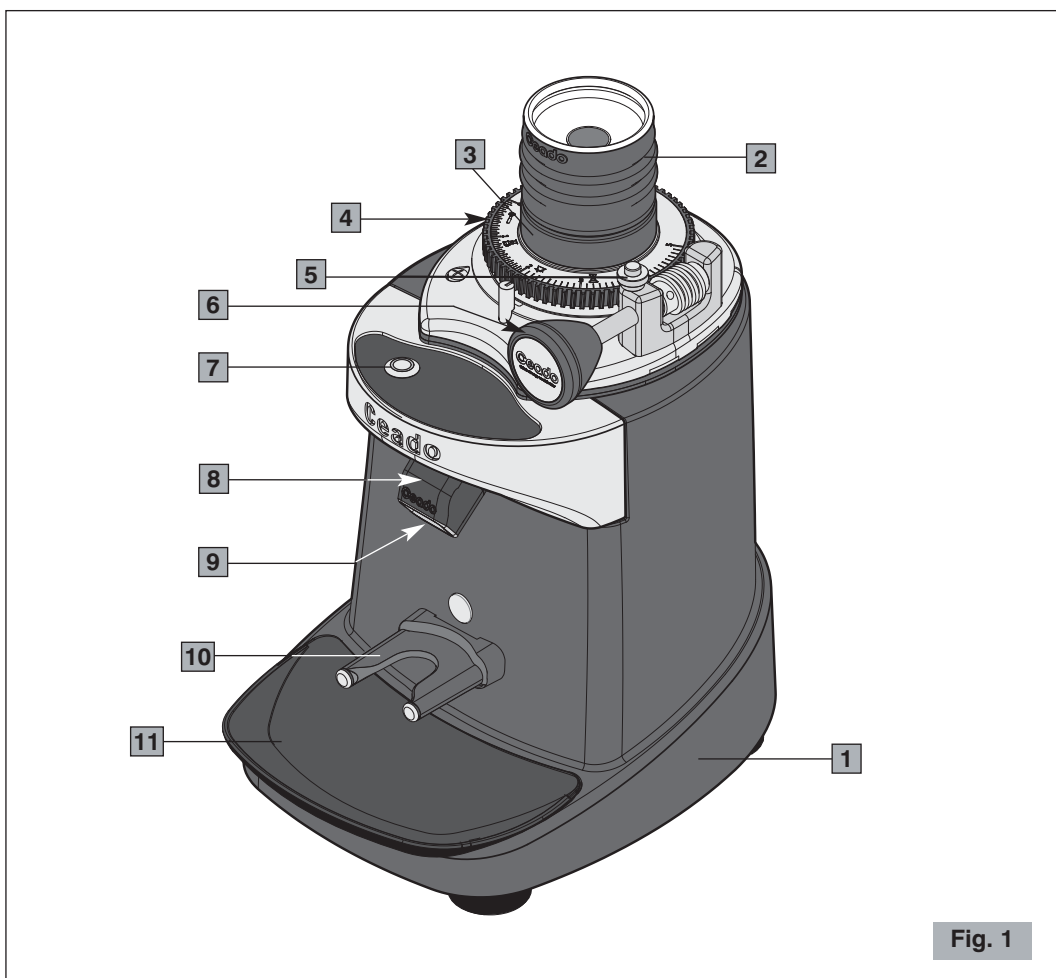
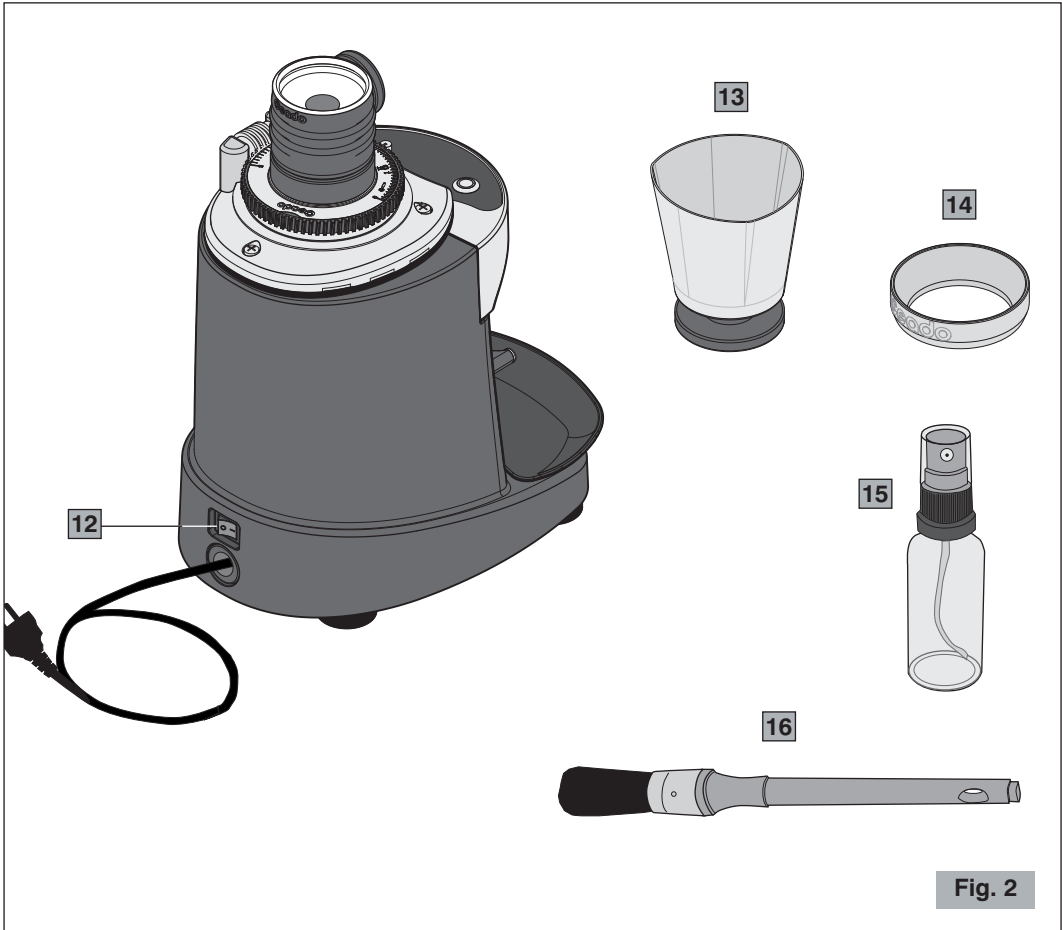
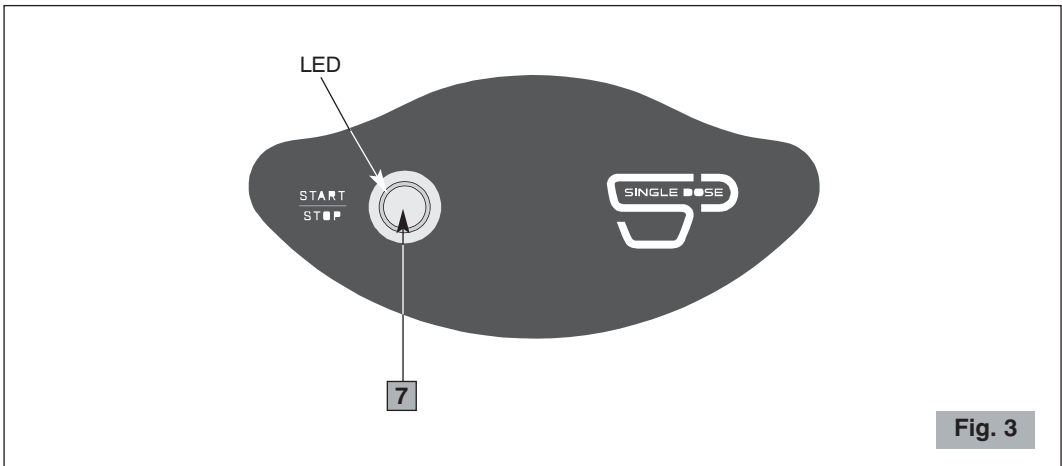

Fig. 1
Fig. 2
Fig. 3
### Composants principaux (Fig. 1, Fig. 2, Fig. 3)
Avant de brancher la fiche à la prise de courant, s'assurer que l'interrupteur ON-OFF (12 Fig. 2) est en position d'arrêt « O ».
- 1 Mettre l'interrupteur ON-OFF en position « I » (12 Fig. 2).
- 3 Placer la coupe porte-filtre sur la fourche d'appui (10 Fig. 1) (avec ou sans l'entonnoir fourni avec 14 Fig. 2). Si l'on souhaite verser le café dans le récipient fourni avec, insérer sa base dans la fourchette.
fois de l'eau sur les grains prêts à être moulus en utilisant le flacon pulvérisateur fourni avec (15 Fig. 2).
- 8** Enlever le couvre-bouche de sortie (8 Fig. 1) et faire tomber le café moulu restant avec le pinceau fourni avec (16 Fig. 2).